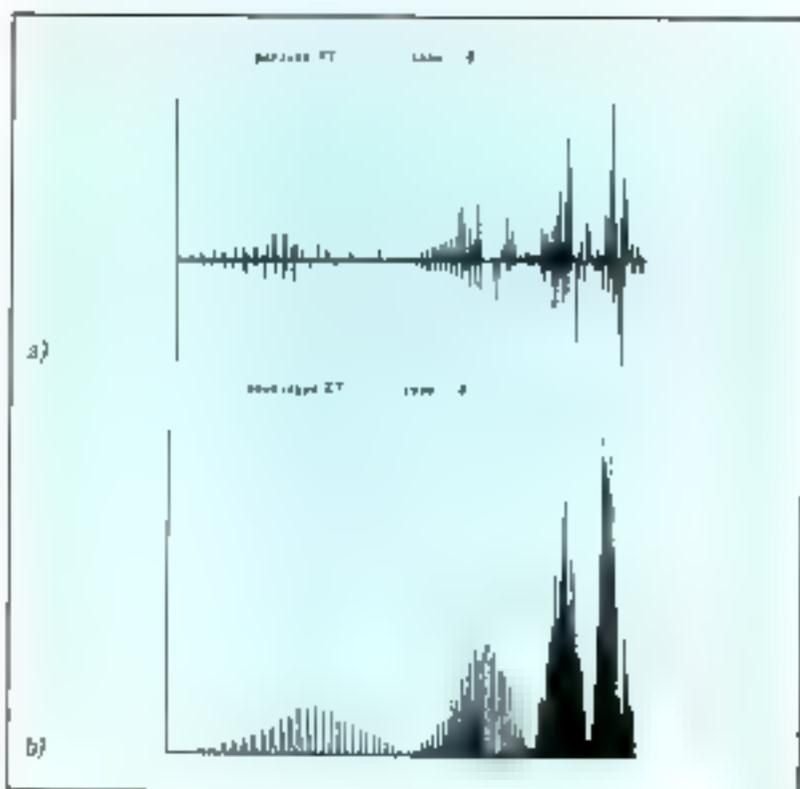

Fig. 11. - a) Période d'un son. b) Enveloppe d'un son. Les deux courbes ont été obtenues à l'aide d'un ordinateur.
1. La période dans l'UPIC est dessinée directement sur une table graphique ou bien acquise par des dispositifs extérieurs (microphone, convertisseur analogique numérique, etc.), définissant ainsi le timbre de l'instrument. (fig. 11-a).
2. L'enveloppe n'est plus ici décrite par des courbes simples telles que l'attaque, le maintien ou la décroissance, car elles s'avèrent par trop limitatives. Sa forme est ici quelconque, et il arrive en effet que l'enveloppe soit plus compliquée que la période (fig. 11-b).